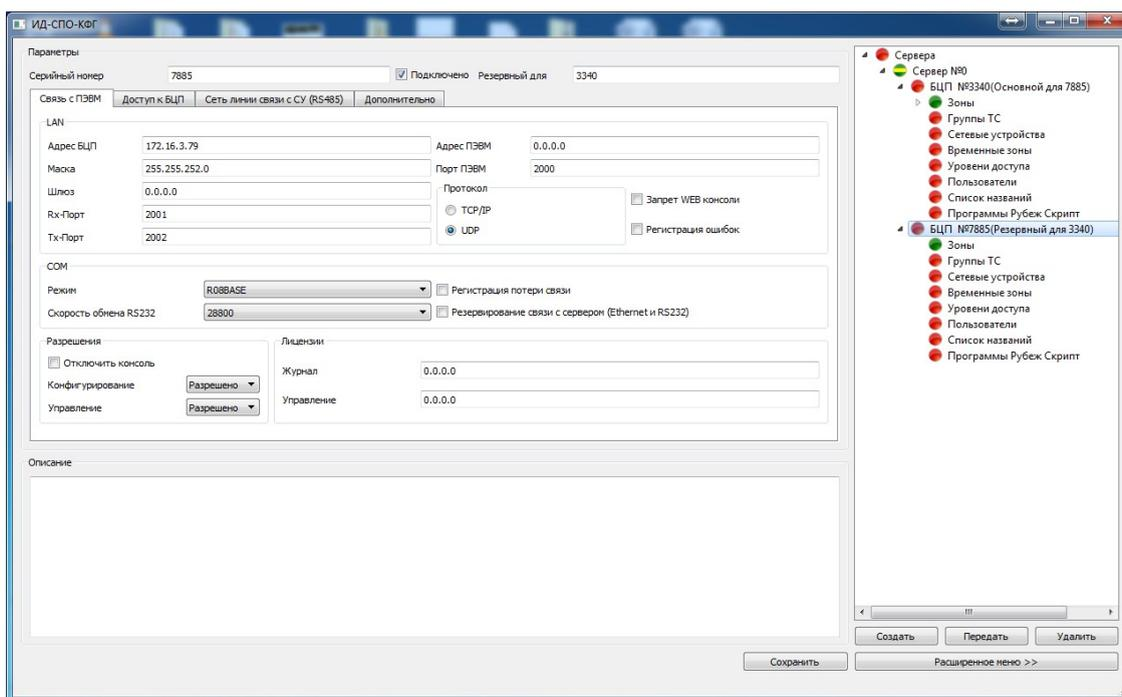

Рис. 3. Окно настройки БЦП АРМ ИД-СПО-Конфигуратор
2. С помощью программного модуля ИД-СПО-Конфигуратор создать конфигурации двух БЦП и задать их сетевые настройки, подтвердив их кнопкой «Сохранить». В настройке «Резервный для» основного БЦП указать номер резервного БЦП и нажать кнопку «Передать», в настройке «Резервный для» резервного БЦП указать номер основного БЦП и нажать кнопку «Передать» (Рис. 3).